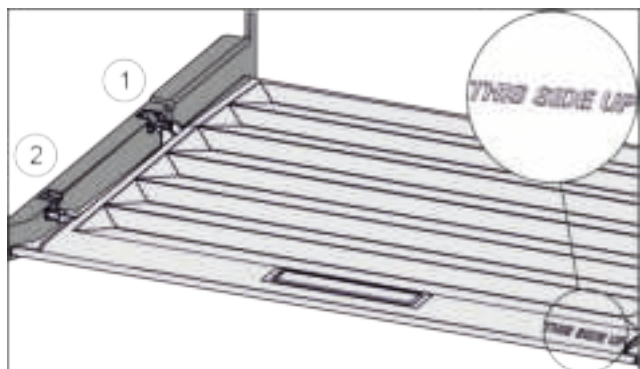

Fig. 42
- ▶ Dekselranden via de opening van de achterste houder Fig. 42 (1) aanbrenen en van voren in de houder Fig. 42 (2) klikken.